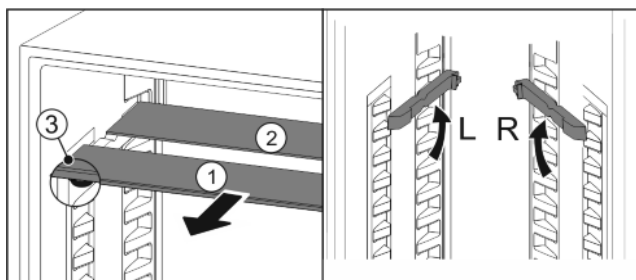

Fig. 20
- ▶ Glasplaten afzonderlijk vanaf de voorkant eruit trekken Fig. 20 (1).
- ▷ Glasplaat Fig. 20 (1) met de uittrekaanslagen bevindt zich aan de voorkant.
- ▷ Aanslagen zijn naar onder gericht Fig. 20 (3). Apparaten met vriesvak.*